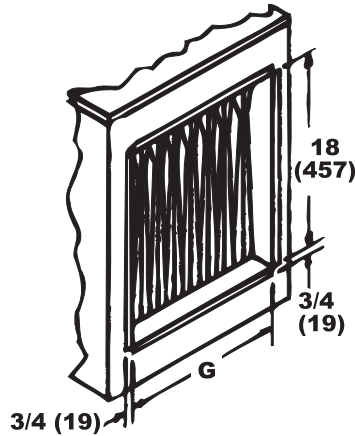

Figure 8. Dimensions de raccordement des conduits (se référer au Tableau 7)
- **Dimensions de raccordement** : les dimensions de raccordement (pouces (mm)) sont illustrées à la Figure 8 et répertoriées au Tableau 7.
*Voir Figure 8.